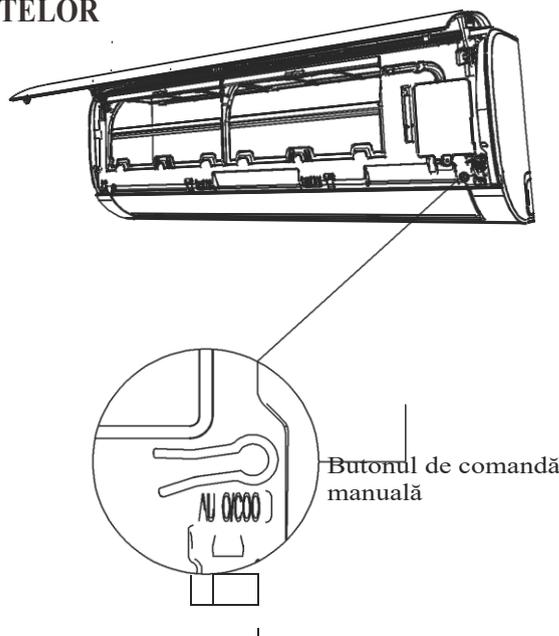

Fig. 8.1
2. Butonul COMANDĂ MANUALĂ este situată în partea dreaptă a unității. Apăsăți de 2 ori pentru a selecta funcția COOL. Vezi **Fig.8.1**